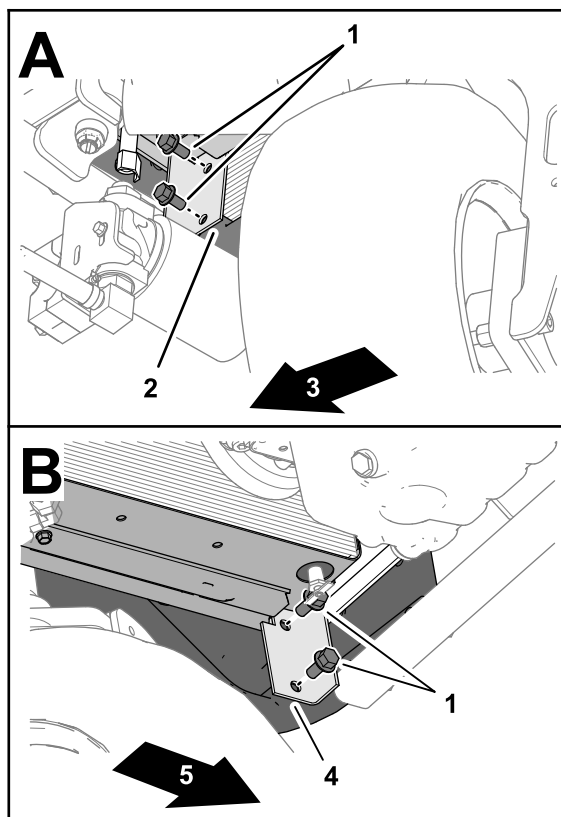

Рисунок 20
1. В переднем нижнем углу радиатора выверните 2 колпачковых винта с фланцем ($\frac{3}{8} \times \frac{3}{4}$ дюйма), которые крепят кронштейн радиатора к задней литой части машины (Рисунок 20).
2. Выверните 2 колпачковых винта с фланцем ($\frac{3}{8} \times \frac{3}{4}$ дюйма), которые крепят кронштейн радиатора к задней литой части с другой стороны машины (Рисунок 20).